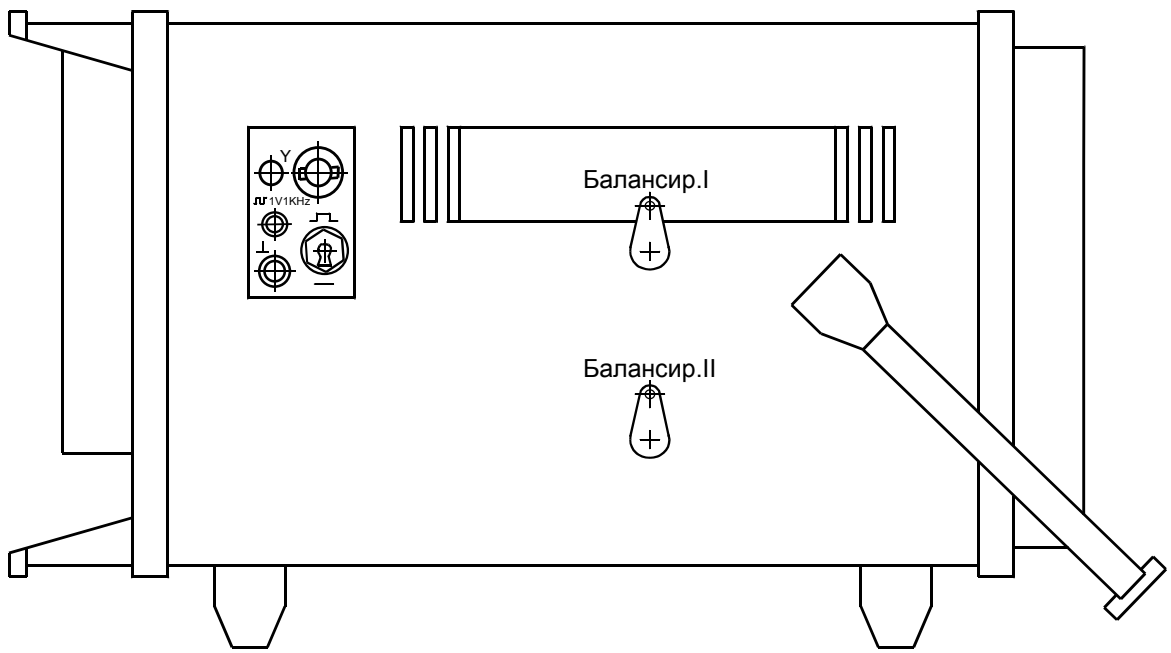

Рис. 3. Левая боковая панель осциллографа С1-83
4.6. Органы управления и присоединения, расположенные на левой боковой стенке прибора (рис. 3):